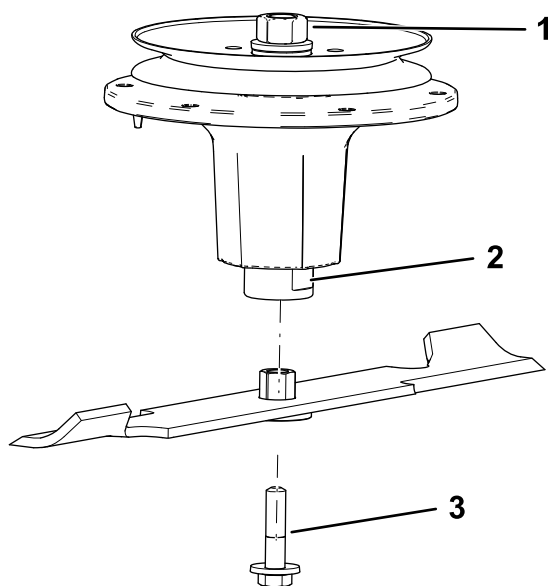

Figure 99
2. Installez l'ensemble douille et lame sur l'axe de pivot (Figure 99).